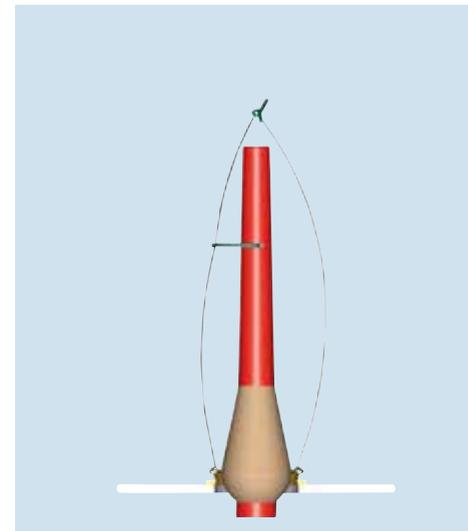

Abb. 1: Kopsansatz mit vollständigem Kopsdurchmesser
- 1 Das Gewicht des Ringläufers unten am Kops wählen, wo die Spule ihren vollständigen Durchmesser erreicht (Abb. 1).